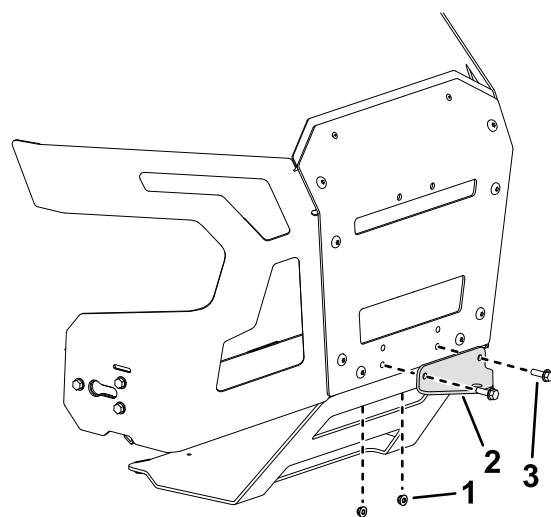

Figuur 11
4. Monteer de nieuwe riemkap over de poelie-eenheid; gebruik hierbij de 4 schroeven (1/4" x 1/2") die u eerder verwijderd hebt en ga te werk zoals in Figuur 11.